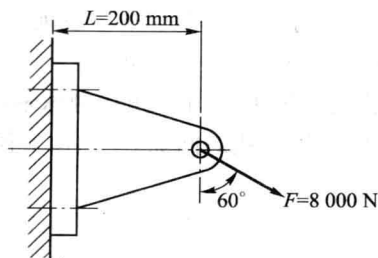

图 1
1. 有一支架由 4 个普通螺栓连接于立柱上, 支架上作用的外载荷 $F=8\,000\text{ N}$, 如图 1 所示。已知接合面间摩擦因数 $f=0.15$, 可靠性系数 $K_f=1.2$, 螺栓材料的许用应力 $[\sigma]=80\text{ MPa}$, 螺栓相对刚度 $\frac{C_B}{C_B + C_m} = 0.3$, 试按支架与立柱间不发生相对滑动的条件确定螺栓所受的预紧力 F' 和螺栓的小径直径 d_1 。(10 分)
1. [解] (1) 将外载荷 F 分解为铅垂方向和水平方向的两个分力 F_R 和 F_Q ，如解图 1 所示。
解图 1
将 F_R 、 F_Q 向连接形心 O 点简化，如解图 1. b 所示。